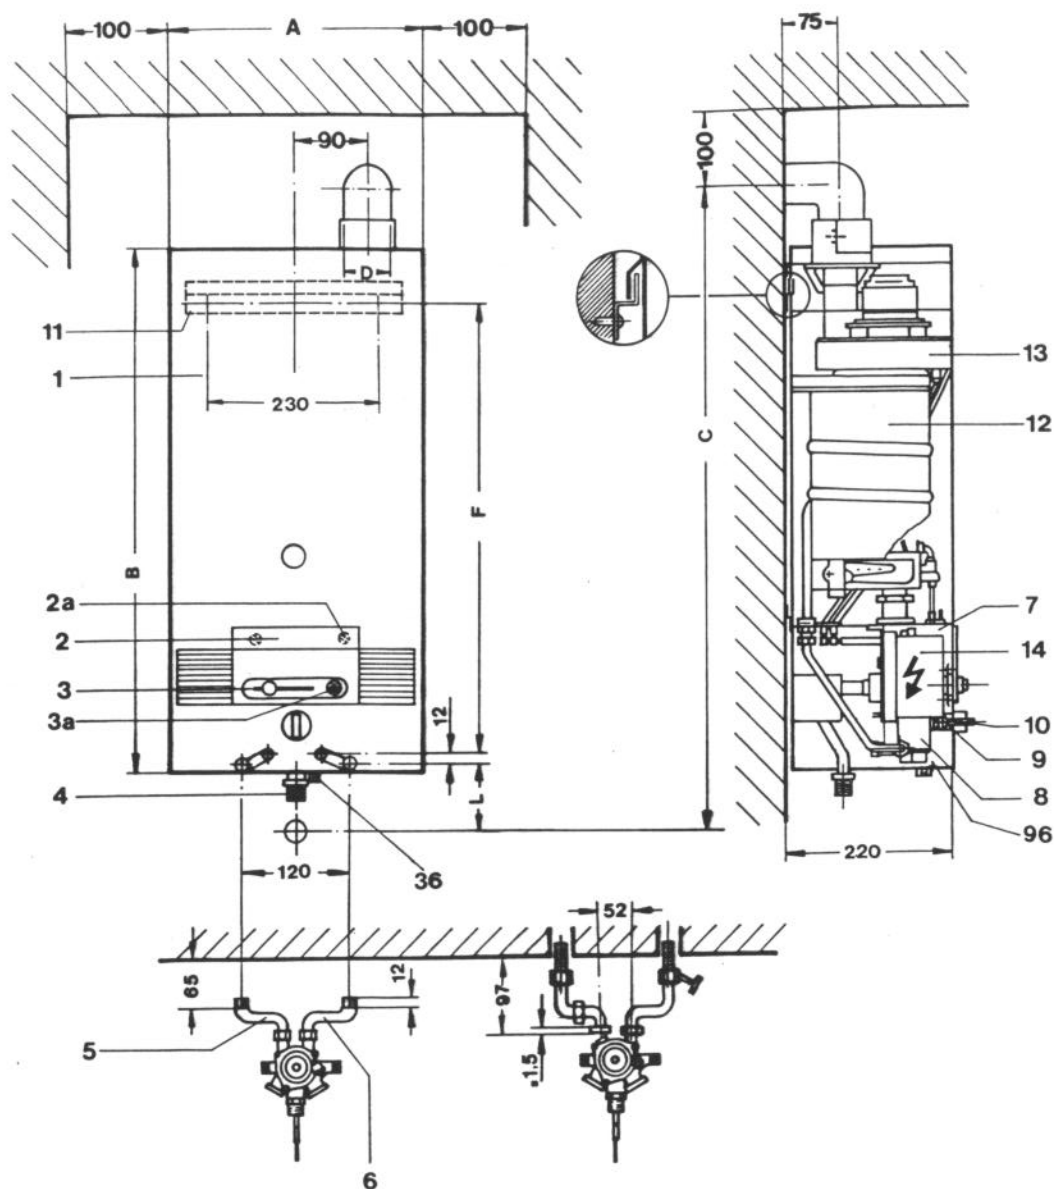

Fig. 7
### Desmontar la carcasa (fig. 7)
Marcar la posición de los orificios y tornillos de la chapa de fijación (11), ver fig. 7.